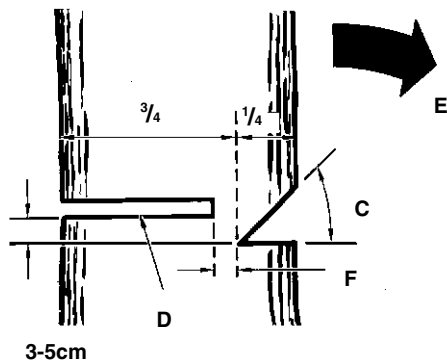

Fig.18
Ne jamais marcher devant un arbre entaillé. Scier le trait d'abattage (D) de l'autre côté du tronc, 3 à 5 cm (1,5 à 2,0") au-dessus de l'entaille d'abattage (C) (Figure 18).